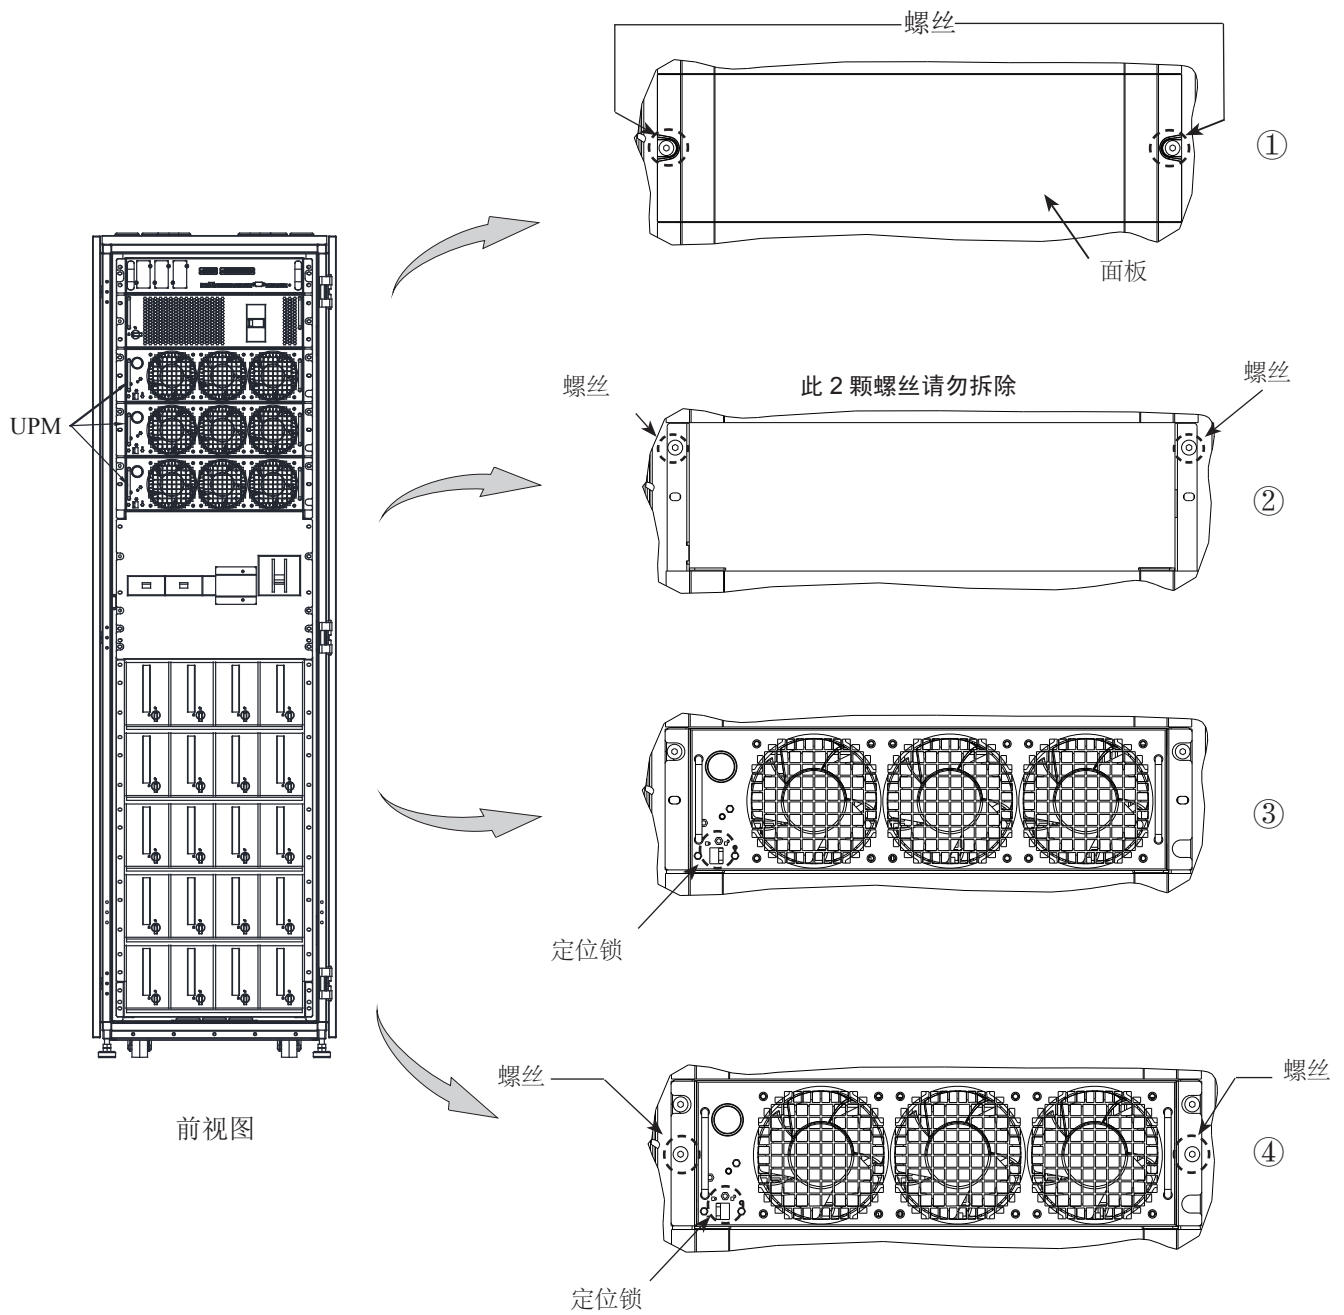

图 6-7: UPM 模块位置
2. 拆除图①中塑胶面板上的 2 颗螺丝，同时将塑胶面板移除。这时能够看到左侧有 1 颗螺丝，右侧有 2 颗螺丝（图 6-7 ②）。
3. 将 UPM 插入卡槽时，需先检查并确保将需要安装的 UPS 模块前面板的定位锁打到“”（图 6-7 ③）。
4. 将模块抬起，插入对应的卡槽并推进（图 6-7 ③）。
5. 将 UPM 把手上的螺丝锁紧（图 6-7 ④）。
6. 将模块前面板的定位锁推至左侧的上锁位置“”（图 6-7 ④）。